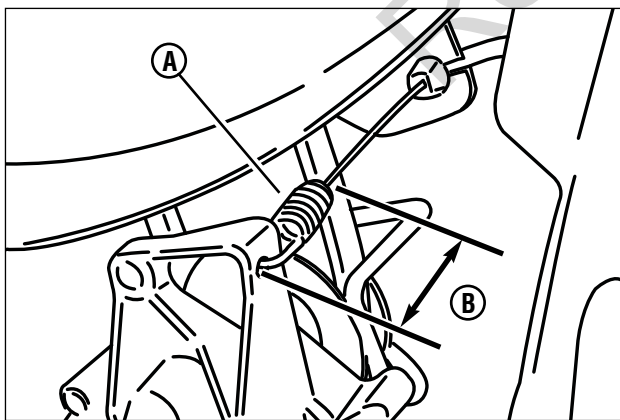

Figure 19 : Mesure de la longueur du ressort quand la transmission est libérée.
2. Quand le levier de commande d'entraînement des roues est en position de libération, le ressort (**A, Figure 19**) à l'extrémité de son câble ne doit pas être tendu. Mesurez la longueur total du ressort non étiré (**B**).